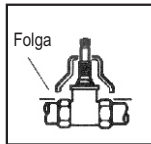

fig. 2
* SUPLEMENTO DE CANOPLA DECA (fig. 2)